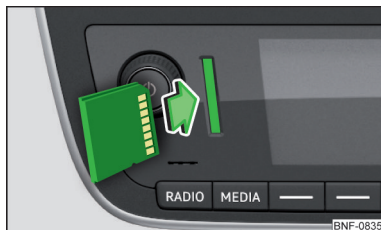

Fig. 104
- **Introduceți** cardul SD în locaș în sensul săgeții, orientat cu colțul decupat spre în sus, până acesta „se blochează” » fig. 104.